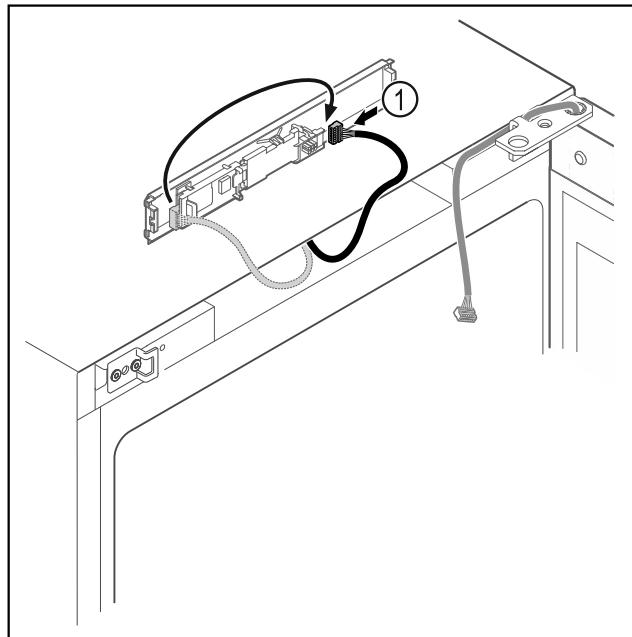

Fig. 21
► Переставити штекер *Fig. 21 (1)* на плиті.